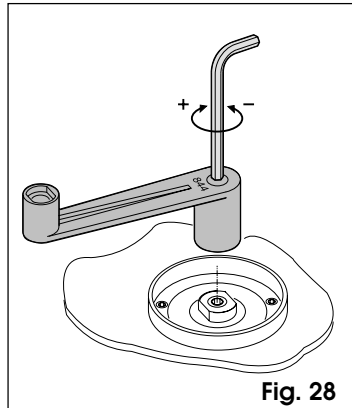

Fig. 28
- 3) Mantenere bloccato l'albero motore tramite la leva in dotazione e regolare la vite di regolazione della frizione come da Fig.28.